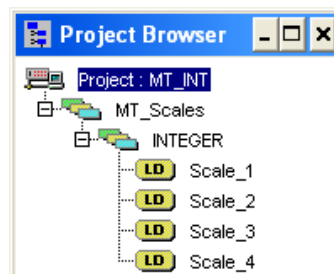

Abbildung 5-7: Projektansicht im Projektbrowser
- Als Nächstes muss die Netzwerkkarte konfiguriert werden. Doppelklicken Sie auf Ihr Projekt im Projektbrowser. In diesem Beispiel klicken Sie auf das blau markierte Element (Abbildung 5-7), um das Fenster „PLC Configuration“ (PLC-Konfiguration) zu öffnen.